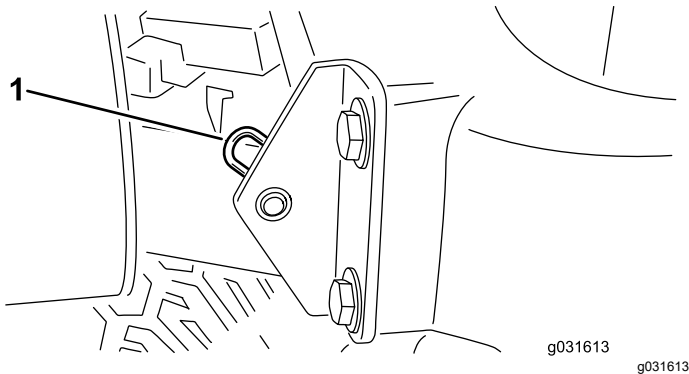

Figura 41
2. Retire el pasador que fija el pivote del capó a los soportes (Figura 41).